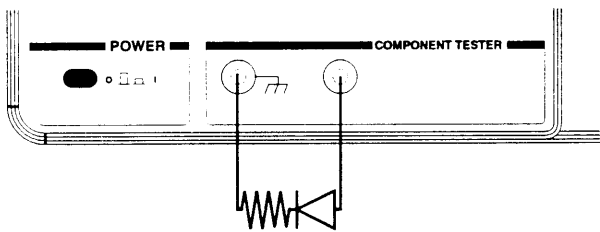

figure 21
- Insérer une résistance R de 1.2 k Ω en série avec la diode (figure 21).